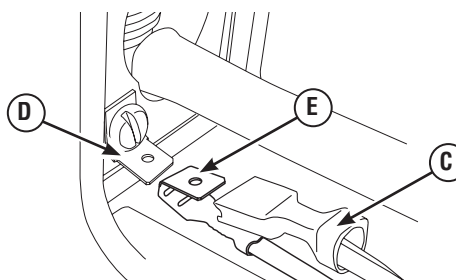

Figura 8 - Conexiones de pica del terminal del contactor
3. Desconecte el conjunto de cables del conector rotulado N1 (Figura 8, C) de la orejeta de pica (D) fijada al terminal del contactor N1.
4. Conecte el extremo de la orejeta superpuesta del conjunto de cables A (Figura 8, E) a la orejeta de pica (D) del terminal de servicio N1. Conecte el conjunto de cables N1 (C) a la orejeta superpuesta.
6. Desconecte el conjunto de cables del conector rotulado N1 (Figura 8, C) de la orejeta de pica (D) fijada al terminal del contactor N2.
7. Conecte el extremo de la orejeta superpuesta del conjunto de cables C (207022CGS, Figura 8, E) a la orejeta de pica (D) del terminal de servicio N2. Conecte el conjunto de cables N2 (C) a la orejeta superpuesta.